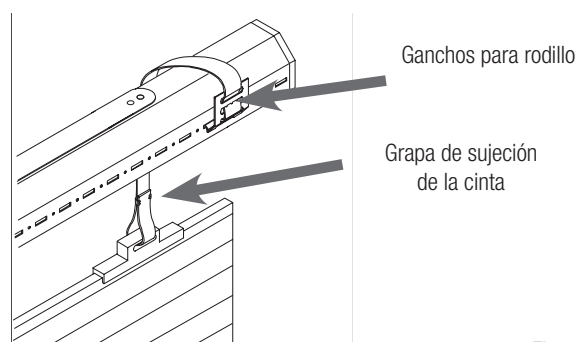

Fig. 19
**NOTA:** Si no fuera posible utilizar la pletina para fijar las cintas, use los ganchos para rodillo (Fig. 1 ref. 8) e introdúzcalos en las correspondientes aperturas del rodillo fijo, tal y como se indica en la fig. 19.